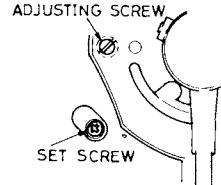

Fig. 5
- Remove the platter. Back off the sensor assembly securing screw 1/2-3/4 turns. (Fig. 5)
- Déposer le plateau. Desserrer la vis de fixation du bloc détecteur de 1/2 à 3/4 de tour (Fig. 5).